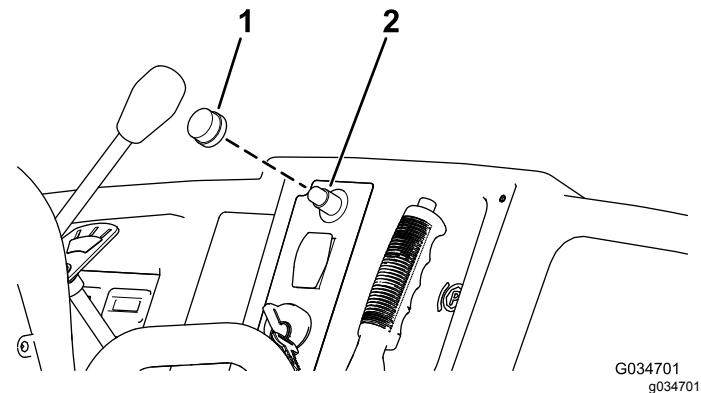

Figura 6
3. Instale o botão de borracha no interruptor da buzina (Figura 6).